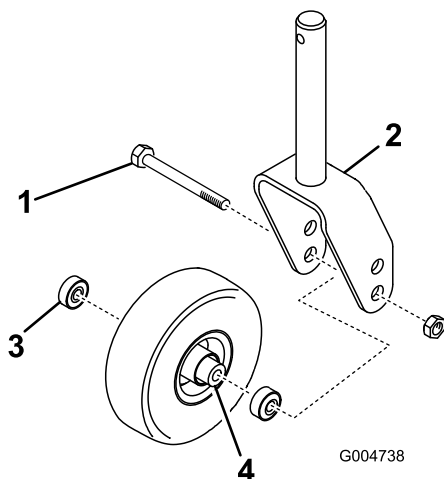
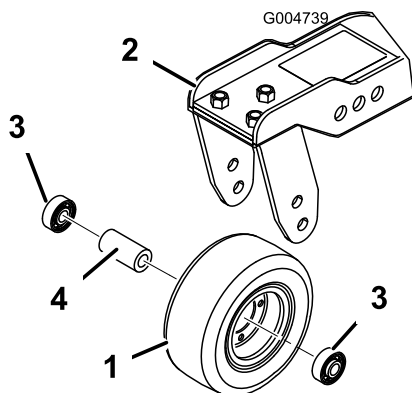

Figure 113
Figure 114
1. Retirez le contre-écrou du boulon qui fixe la roue pivotante entre la fourche (Figure 113) ou le bras de la roue pivotante (Figure 114).
2. Enlevez le roulement du moyeu de la roue et laissez tomber la douille d'écartement à l'extérieur (Figure 113 et Figure 114).